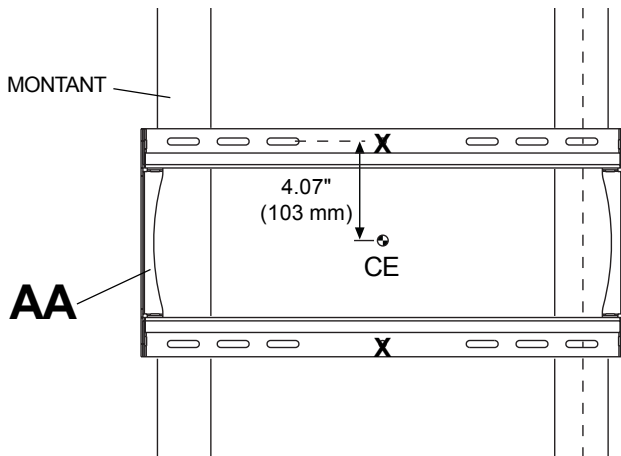

fig. 1.1
1 La plaque murale (**AA**) peut être installée sur deux montants espacés de 16 po. Repérez le bord des montants à l'aide d'un localisateur de montants. L'utilisation d'un localisateur de montants « bord à bord » est fortement recommandée. Après avoir repéré les bords, tracez une ligne verticale le long du centre de chaque montant. Posez la plaque murale sur le mur et utilisez-la comme gabarit. Les fentes de montage supérieures doivent être situées à 4,07 po (103 mm) au-dessus de l'endroit souhaité pour le centre de l'écran comme illustré à la figure 1.1. Mettez la plaque à niveau et marquez le centre des quatre trous de fixation. Veillez à ce que les trous de fixation soient sur la ligne médiane du montant. Percez quatre trous de 5/32 po (4 mm) de dia. et de 2-1/2 po (65 mm) de profondeur. Veillez à ce que la plaque murale soit de niveau et fixez-la à l'aide de quatre vis à bois n° 14 x 2,5 po (**CC**) comme illustré à la figure 1.2.
- 1** Assurez-vous que la plaque murale (AA) est de niveau et utilisez-la comme gabarit pour marquer l'emplacement des quatre trous de fixation. Les trous de montage supérieurs doivent être situés à 4,07 po (103 mm) au-dessus de l'endroit souhaité pour le centre de l'écran comme illustré à la figure 1.1 en page 20. Percez quatre trous de 1/4 po (6 mm) de dia. à une profondeur minimale de 2,5 po (65 mm). Insérez les chevilles d'ancrage (DD) dans les trous au ras du mur comme illustré (à droite). Posez la plaque murale sur les chevilles d'ancrage et attachez-la à l'aide de vis n° 14 x 2,5 po (CC). Assurez-vous qu'elle est de niveau, puis serrez toutes les fixations.